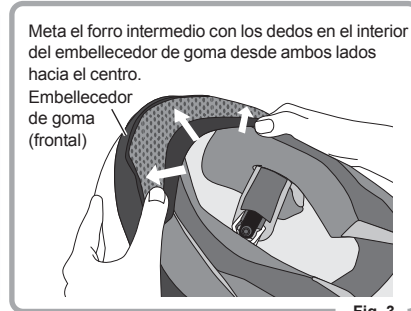

Fig. 3
3. Fíjelo de forma idéntica desde ambos lados hacia el centro (Fig. 3).